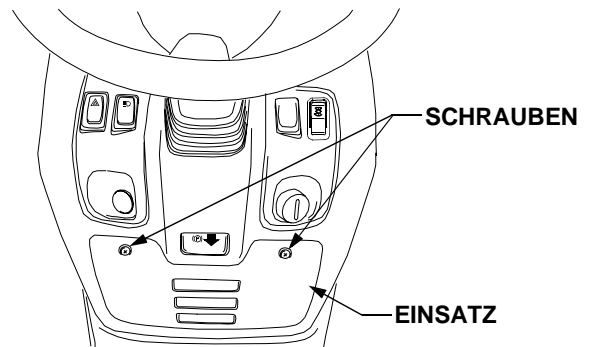

Abbildung 40
Der Sicherungskasten befindet sich im Instrumententräger rechts. Zum Prüfen/Austauschen von Sicherungen den Einsatz durch Entfernen der zwei Schrauben öffnen. Siehe Abbildung 40.
- Den Einsatz am Instrumententräger durch Lösen der zwei Schrauben abnehmen. Siehe Abbildung 40.